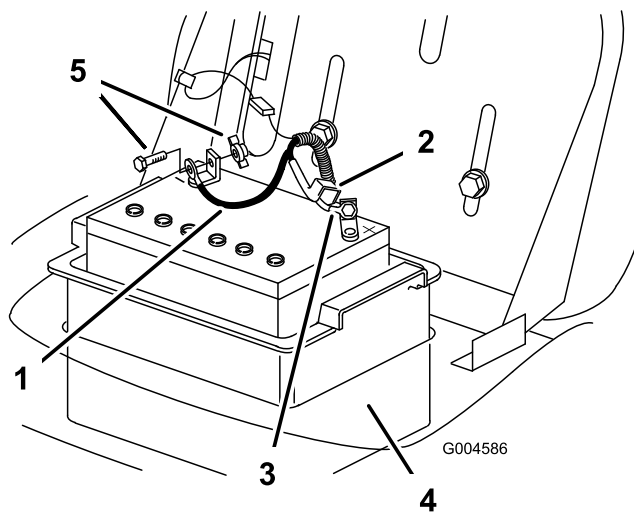

Figura 28
7. Staccate il cavo negativo (nero) di terra dal polo della batteria (Figura 28).
9. Staccate il cavo positivo (rosso) dal polo della batteria (Figura 28).
10. Togliete la scatola della batteria e la batteria dal telaio (Figura 28).
1. Montate la cassetta e la batteria nel telaio (Figura 28).
2. Utilizzando il bullone ed il dado ad alette, collegate il cavo positivo (cappuccio rosso) al polo positivo (+) della batteria (Figura 28).
4. Utilizzando il bullone e il dado ad alette, collegate il cavo negativo (nero) al polo negativo (-) della batteria (Figura 28).